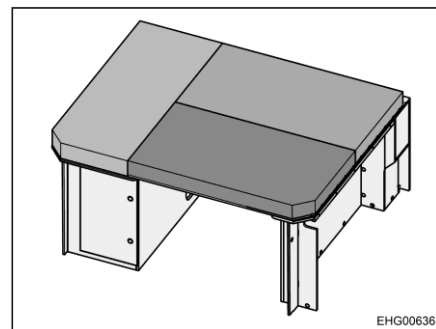

Fig. 33 Lit arrière (transformé en couchette)
- Répartir les coussins sur la couchette comme représenté à la Fig. 33.